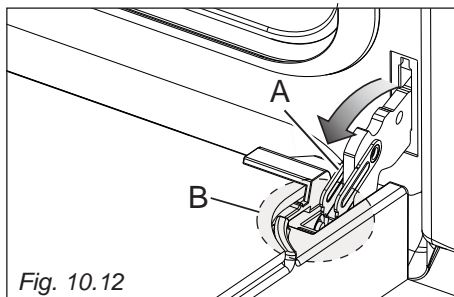

Fig. 10.12
- Aprire completamente la leva "A" delle cerniere destra e sinistra (fig. 10.12).
- Socchiudere dolcemente la porta (fig. 10.12) fino a quando le leve "A" delle cerniere destra e sinistra si agganciano alla parte "B" della porta (fig. 10.12).